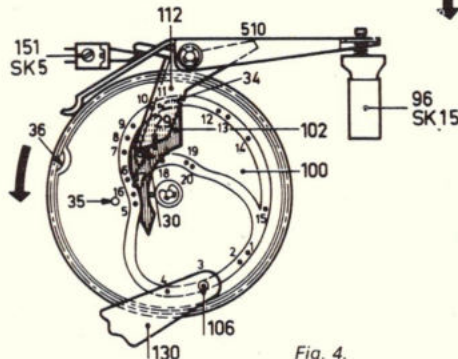
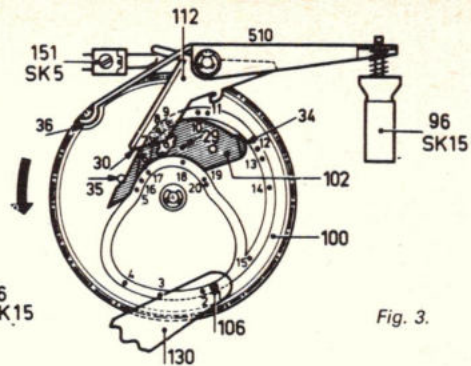

Fig. 4.
Fig. 3.
Beugel 112 neemt een zodanige stand aan, dat zijde 30 van beugel 112 tijdens het draaien van commandoschijf 100 tegen as 29 van stuurplaat 102 komt en deze omklapt. Fig. 3 toont de uitgangssituatie van de commandoschijf 100 met stuurplaat 102, waarbij SK5 (151) open is, beugel 510 in zijn uitgangpositie staat en pen 106 van commandobeugel 130 eveneens. Fig. 4 toont de situatie na bekrachtiging van relais L1 (86) waarbij SK5 (151) is gesloten en stuurplaat 102 reeds is omgeklapt, beugel 510 een bepaalde stand heeft aangenomen en pen 106 van commandobeugel 130 in stand 3 van de baan in de commandoschijf staat.
1. Pen 106 van commandobeugel 130 staat in zijn uitgangssituatie (fig. 3)
13. Nok 35 van commandoschijf 100 brengt beugel 112 weer in zijn blokkeerpositie. SK5 (151) gaat weer open (fig. 4).
15. PU-arm 165 komt vrij, doordat bladveer 31 van beugel 159 vrijkomt van frictieplaat 32 van commandobeugel 130. SK8 (61) wordt even gesloten, zodat M2 (73) stopt. Beugel 510 komt weer in inkeping 36 van de commandoschijf 100, zodat SK15 weer open gaat. De uitgangssituatie volgens fig. 3 is weer bereikt, welke meteen de uitgangssituatie voor de stopcyclus is. De PU-arm 165 heeft zijn volledige vrije beweging om een grammofoonplaat af te spelen. Tijdens het draaien kan de elektronische lift worden gebruikt. Het stoppen van M2 (73) wordt dus bereikt, doordat SK8 (61) even
De draaitafel draait b.v. met 33 omw/min. Wordt SK3 ingedrukt, dan wordt aan de basis van TS426 een negatieve spanning toegevoerd (via R541), met als gevolg dat TS426 geleidend wordt en TS428 blokkeert. Tezelfdertijd gaat TS432 weer geleiden, zodat TS444 een negatieve spanningsimpuls krijgt toegevoerd via R586/C147 en D476 met als gevolg dat TS444 blokkeert en TS445 geleidend wordt en de motor M2 start. TS458 wordt wederom geleidend, zodat het PU signaal tijdens de stopcyclus wordt kortgesloten. De uitgangssituatie van de commandoschijf 100 (fig. 3) is tevens de situatie voor de stopcyclus. Commandoschijf 100 gaat via tussenwiel 101 weer draaien. Nu volgt een opsomming van de commando's die de schijf 100 tijdens de stopcyclus bepaalt. In de stopbaan van de schijf zijn de standen 1-5 en 16-20 aangegeven die pen 106 voor de stopcyclus gaat volgen. Bij 45 omw/min wordt dezelfde procedure gevolgd.
1. Pen 106 van commandobeugel 130 staat in zijn uitgangssituatie (fig. 3).
2. Beugel 510 komt uit inkeping 36 van de commandoschijf 100. Deze beugel 510 bedient SK15 (96), zodat deze gesloten wordt (fig. 4). Voor de taak van SK15 wordt verwezen naar punt 2 van „start opzetcyclus”. Commandobeugel 130 met frictieplaat 32 wordt geheven (fig. 2).
11. SK8 (61) wordt weer even gesloten, zodat M2 stopt. Beugel 510 komt weer in inkeping 36 van de commandoschijf 100, zodat SK15 weer wordt geopend. De uitgangssituatie volgens fig. 3, die meteen de uitgangssituatie voor de startcyclus is, is nu weer bereikt. M2 stopt, hetgeen betekent, dat TS458 ook niet meer geleid, zodat de P.U. niet meer is kortgesloten.
B. Mechanisch gedeelte (fig. 4)